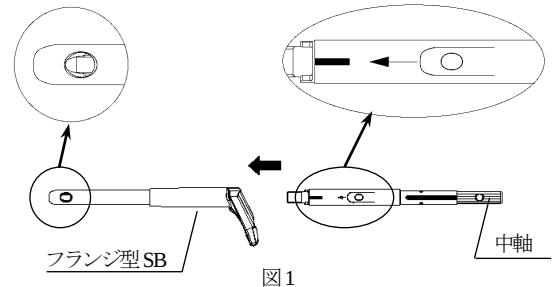

図1
- 1) ステップリーマーのリーミングにて読み取った長さのインプラントを選択します。インプラントのアウター開窓部とアウターガイドインサータII (S) のイラストマーキングを合わせてからインプラントを組み付け，インサータII (S) の中軸を締め付けて確実に固定します。（図1）